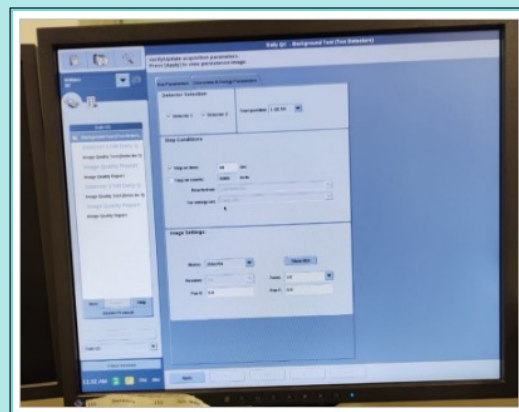

Figura 4
3. Para realizar o teste de radiação de fundo, selecionar a opção “*Background Test*” e, em seguida, clicar no botão “*Apply*”, conforme a **Figura 4 – Seleção do teste de radiação de fundo na interface do equipamento;**